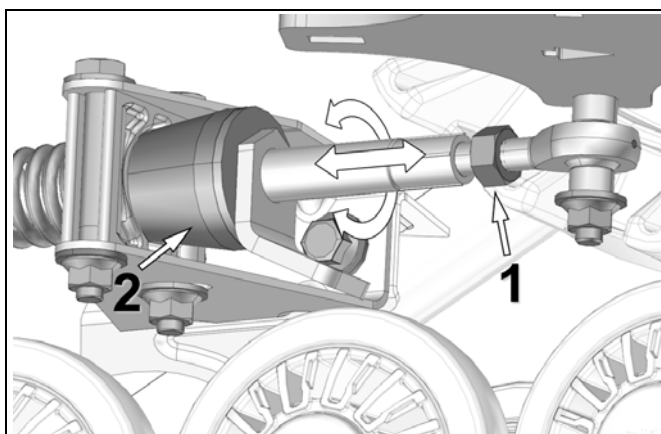

Abbildung 14
- Lösen Sie Gegenmutter (1). Drehen Sie den Stabilisierungsarm, um die Länge des Stangenkopfes einzustellen, so dass kein Druck auf den Gummikegel (2) ausgeübt wird. Siehe Abbildung 14.